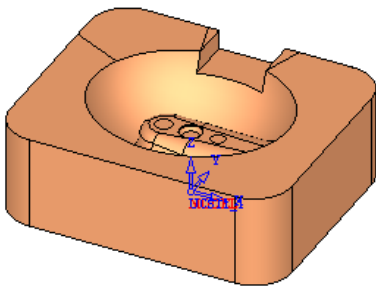

图 2-69 调入模型
2) 调入模型。单击窗口右侧“加工向导”工具栏上的“调入模型”按钮 , 选择“exercise02.elt”(“随书光盘: \Chapter02\exercise2\uncompleted\exercise02.elt”)文件, 单击“选择”按钮, 选择“使用参考的模型 Model 坐标”选项, 然后单击“Feature Guide”对话框中的确定按钮 , 完成模型调入, 如图 2-69 所示。